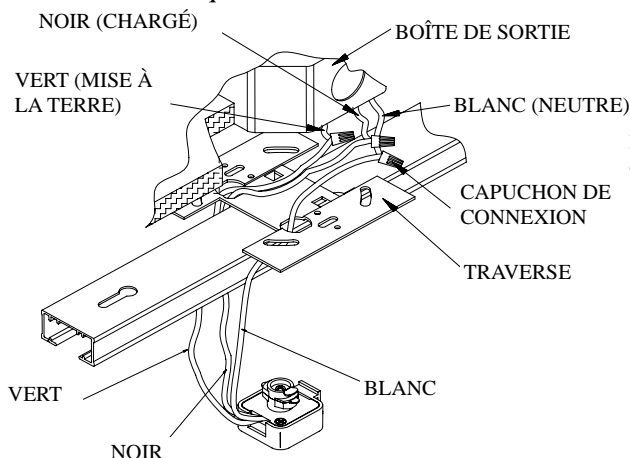

FIG. 4
2. Relier le fil blanc (neutre ou ordinaire) du circuit d'alimentation au fil blanc du connecteur d'extrémité sous tension flottant. Relier le fil noir (chargé) du circuit d'alimentation au fil noir du connecteur d'extrémité sous tension flottant. Relier le fil de mise à la terre vert ou de cuivre nu du circuit d'alimentation au conducteur vert du connecteur d'extrémité sous tension flottant. Sécuriser les épissures avec des capuchons de connexion homologués UL qui conviennent aux format, type et nombre de conducteurs. (voir Figure 4)